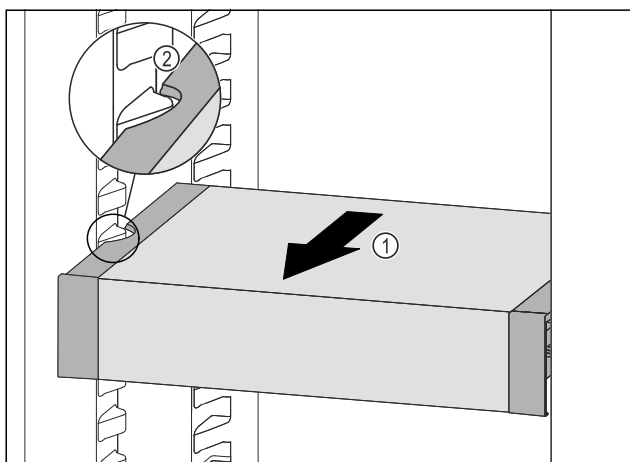

Fig. 68
- Тяните VarioSafe вперед Fig. 68 (1), пока боковые выемки VarioSafe не окажутся на высоте выступа резервуара в холодильном отделении. Fig. 68 (2)